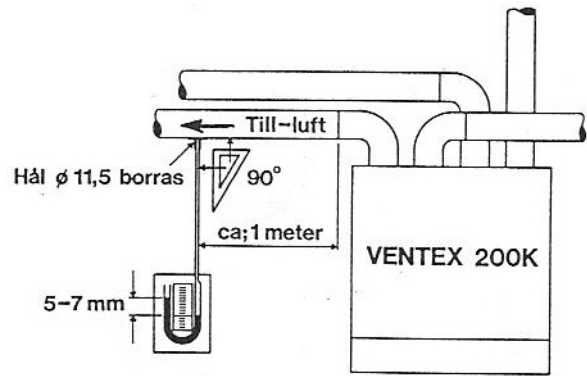

Fig.1
2. Borra ett hål, $\varnothing 11,5$ i tilluftskanalen (tilluft ut) ca 1 m efter VENTEX. Se fig. 1.